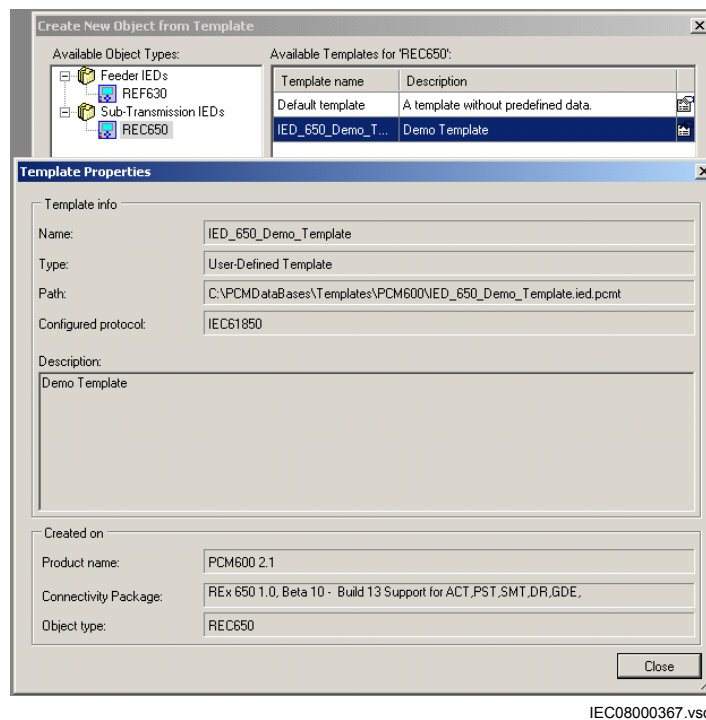

Figure 24: PCM600 : Propriétés des modèles de DEI
4. Cliquer sur l'icône dans la colonne de droite de la liste des modèles disponibles pour accéder aux *propriétés du modèle*. Vérifier les informations sur le modèle, voir Figure 24 puis cliquer sur *Close* pour fermer la fenêtre.